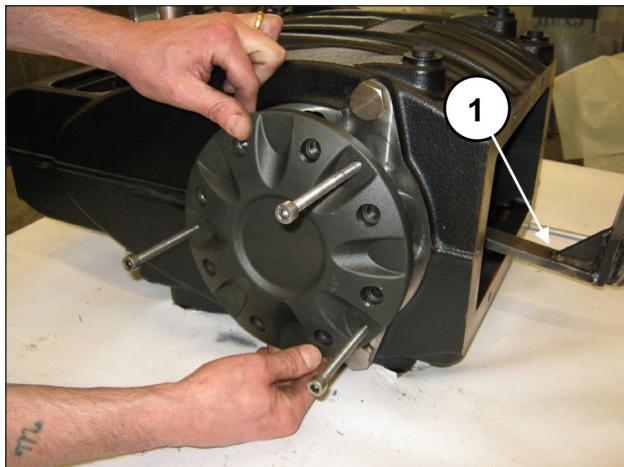

Abb. 30
Entfernen Sie den Lagerdeckel und stützten Sie dabei die Welle ab (Pos. ①, Abb. 30).